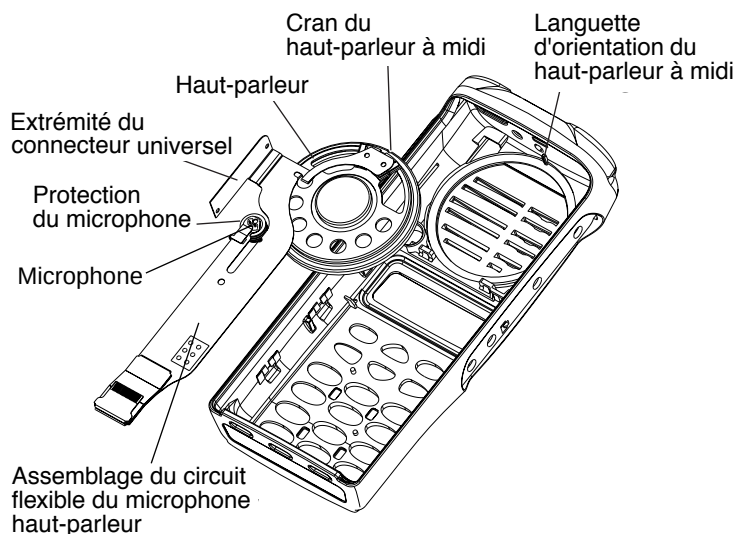

Figure 3-8 Retrait de l'ensemble Haut-parleur/Microphone
4. Alignez le cran du haut-parleur sur la position midi, avec la languette située sur la face avant. (Reportez-vous à la Figure 3-8.).